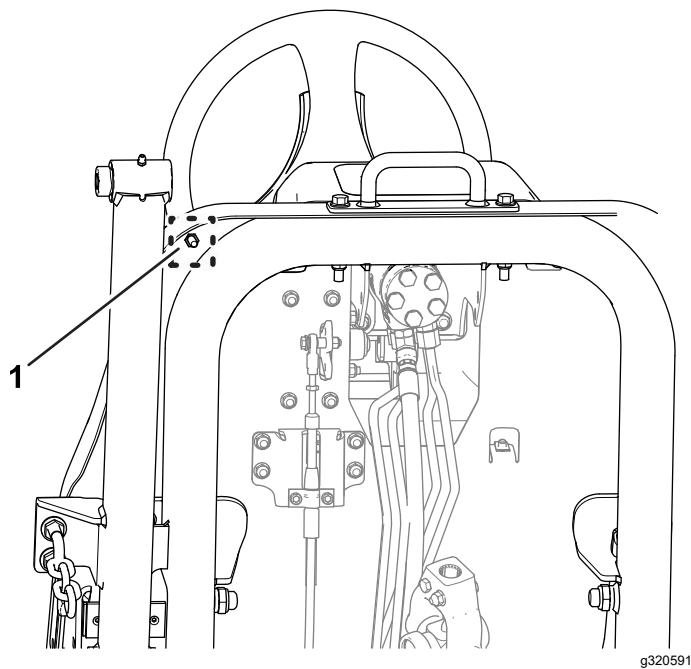

図 77
- フットレストプレートの底部についているジャムナットをゆるめる図 77。
- F. ペダルストップを押さえた状態でフットレストプレート底部のジャムナット図 76と図 77を $37\text{--}45 \text{ N}\cdot\text{m}$ $3.7\text{--}4.6 \text{ kg.m} = 27\text{--}33 \text{ ft-lb}$ にトルク締めする。